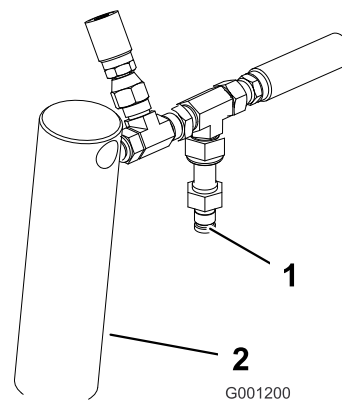

Figura 12
2. Ligue o indicador de pressão à porta de teste, atrás do cilindro de elevação da direita (Figura 12).